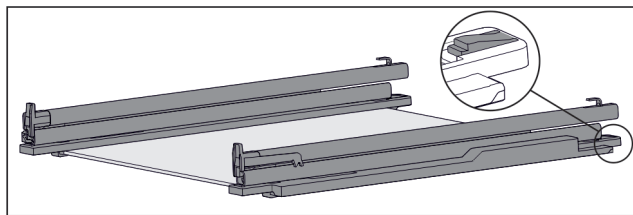

Fig. 152 Glasplatte mit Schienen und Halteteilen
- ▶ Halteteil hinten herunterdrücken (siehe Fig. 152) und gleichzeitig Schiene nach hinten schieben.